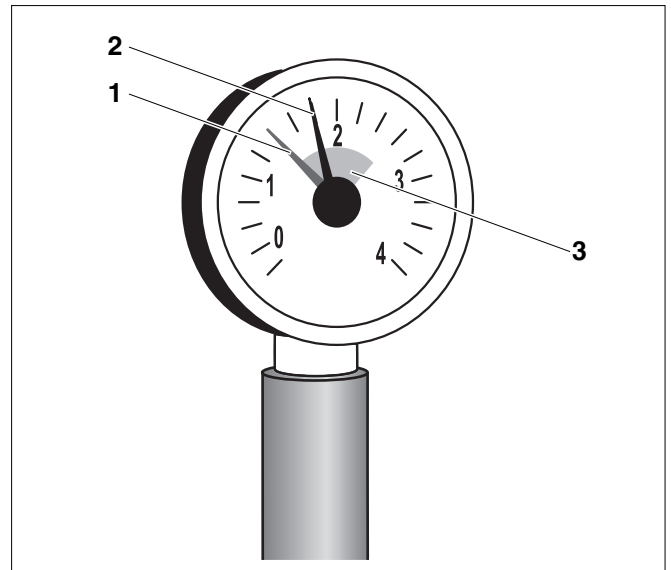

Abb. 4 Manometer für geschlossene Anlagen
Bei geschlossenen Anlagen muss der Manometerzeiger (Abb. 4, **Pos. 2**) innerhalb der grünen Markierung (Abb. 4, **Pos. 3**) stehen.
Der rote Zeiger (Abb. 4, **Pos. 1**) des Manometers muss auf den für die Anlage erforderlichen Druck eingestellt sein. Der Fachhandwerker stellt für Sie den erforderlichen Druck ein.
- Prüfen Sie ob der Manometerzeiger (Abb. 4, **Pos. 2**) innerhalb der grünen Markierung (Abb. 4, **Pos. 3**) steht.
Wenn der Manometerzeiger (Abb. 4, **Pos. 2**) die grüne Markierung (Abb. 4, **Pos. 3**) unterschreitet, ist der Wasserdruck der Anlage zu gering. Sie müssen das verloren gegangene Heizungswasser mit Ergänzungswasser auffüllen.
- Füllen Sie das Ergänzungswasser über den KFE-Hahn (Kessel Füll- und Entleerhahn) ein, bis der Manometerzeiger (Abb. 4, **Pos. 2**) innerhalb der grünen Markierung steht.